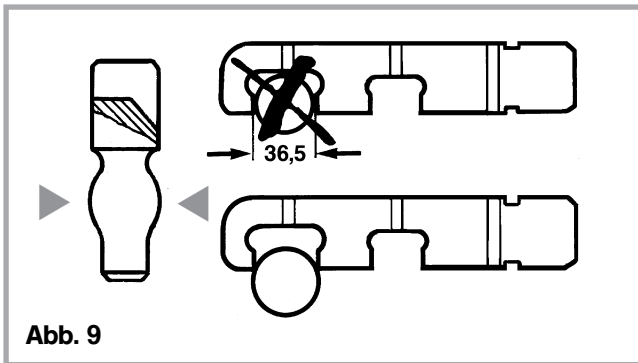

Abb. 9
- Abnutzung mittels ROCKINGER-Prüflehre (**Bestell-Nr. 57026**) ermitteln (s. Abb. 9)